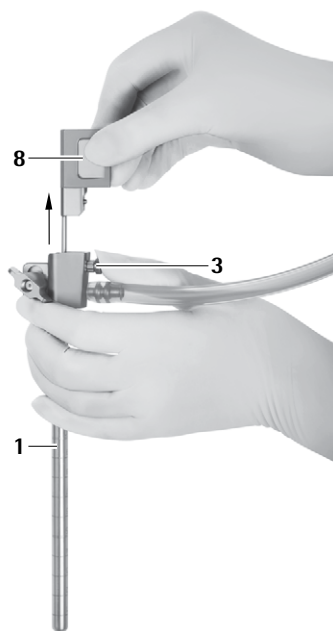

Fig. 10
- Premere il pulsante di rilascio 3 ed estrarre l'endoscopio attraverso il canale dell'ottica 8 attentamente dal trocar MINOP InVent 1, vedere Fig. 10.